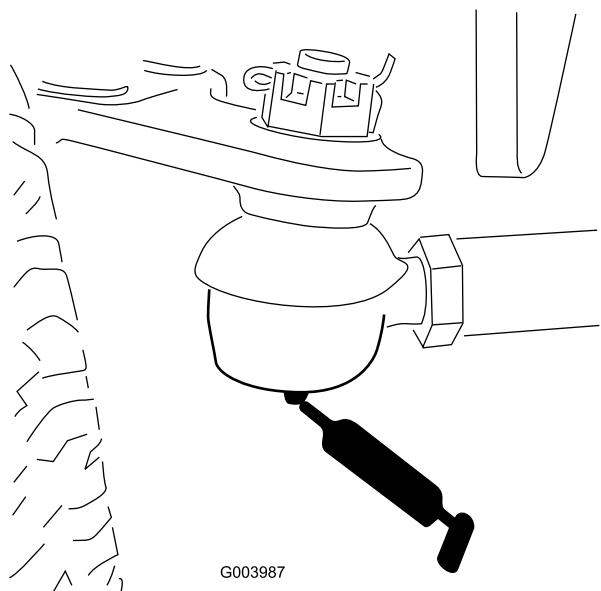

Figura 50
- Barra de ligação do eixo traseiro (2) – Figura 50